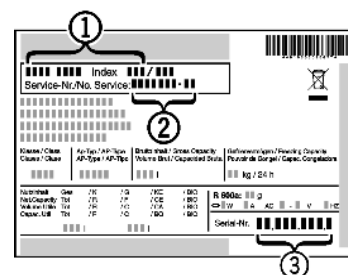

Fig. 13
- ▶ Наименование устройства Fig. 13 (1), сервисный № Fig. 13 (2) и серийный № Fig. 13 (3) считайте с заводской таблички. Заводская табличка находится внутри устройства слева.
- ▶ Обратитесь в сервисную службу и сообщите вид неисправности, наименование устройства *Fig. 13 (1)*, сервисный № *Fig. 13 (2)* и серийный № *Fig. 13 (3)*.